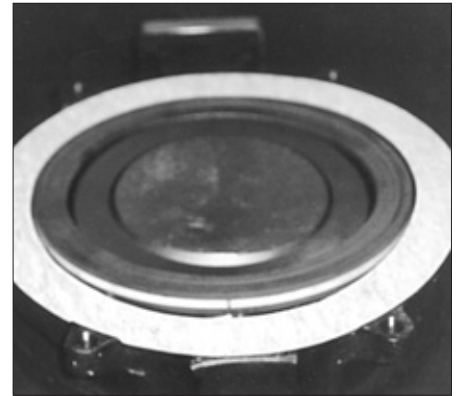

Figura 7 - Colocación adecuada del la junta de retención del asiento.
- Verificar que el disco (2) esté en la posición cerrada contra el tope de disco en el cuerpo (1).
- Colocar la junta de retención del asiento (22) en la superficie de la junta en el cuerpo de la válvula (1).
- Para cuerpos tipo lugged y de doble brida, alinee los orificios de la junta del anillo de retención del asiento (22) con los orificios en el cuerpo. (véase Figura 7)